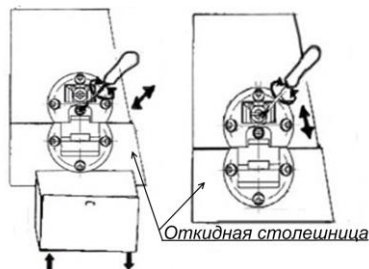

Рис.5 Схема регулировки секретерных петель
19. Установить откидную столешницу на петли – Т и отрегулировать (см. рис.5);